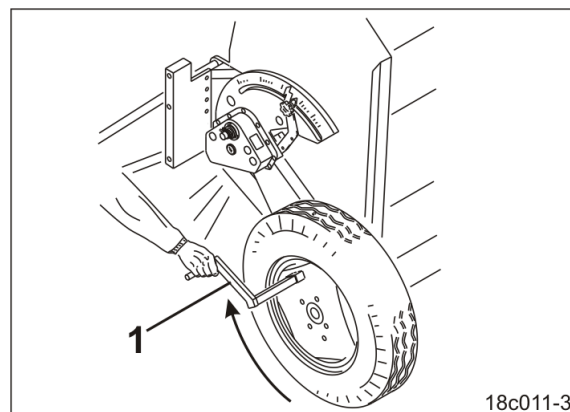

Fig. 223
- 12.3 Introduceți manivela de calibrare (Fig. 223/1) în țeava cu secțiune pătrată de la roata din dreapta.